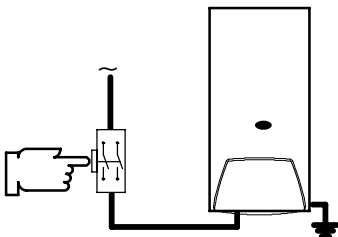

Fig. 3.1
- il faut installer, à proximité de la chaudière, un interrupteur omnipolaire ayant une distance d'ouverture des contacts d'au moins 3 mm (Fig. 3.1). Pour les connexions électriques, consulter le paragraphe 3.6 de ce chapitre.